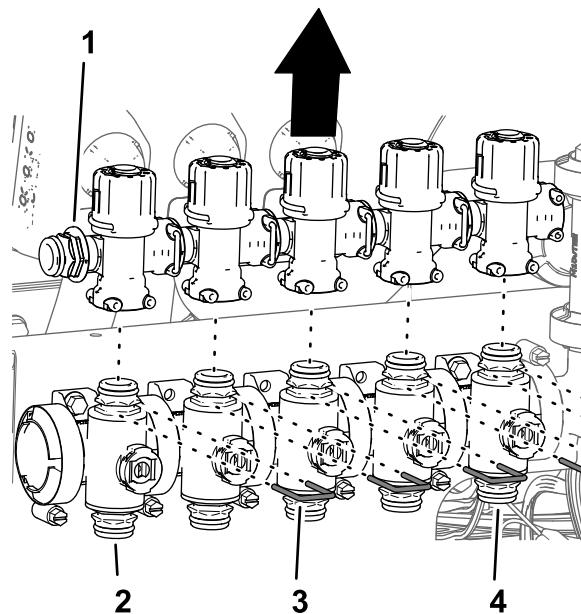

图101
- 取出将旁通阀固定到喷嘴阀 1 至 7 的卡环图101。
5. 从喷嘴阀 1 至 5 上提起旁通阀图101。